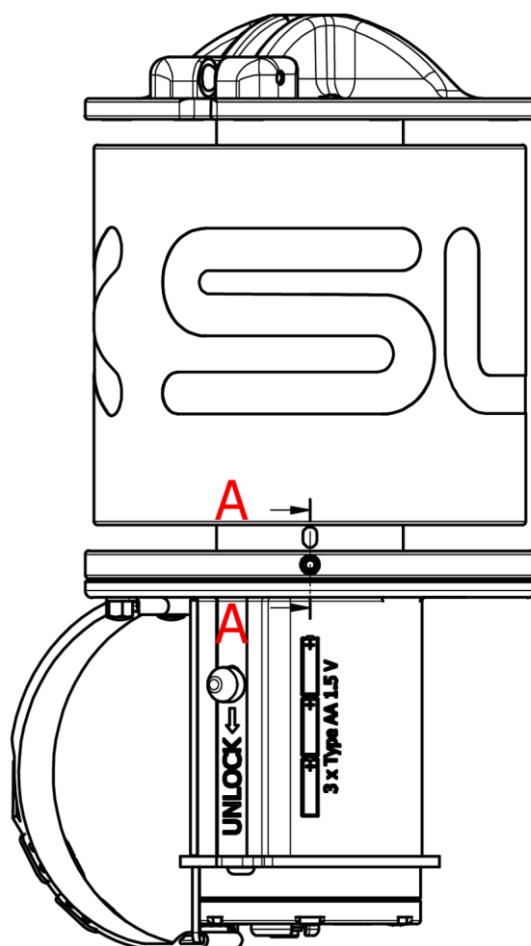

Fig. 15 - Tacche di riferimento
- Svitare la vite (3) dell'anello inferiore impugnatura (con chiave a brugola da 2,5 mm)
- Svitare i grani (4) al massimo di 5 mm (con chiave a brugola da 2,5 mm)
- Sollevare l'anello (5)
- Svitare viti (con giravite a croce) e dadi (6) (con chiave inglese da 7mm)
- Alzare la ghiera (7)
- Sfilare il supporto impugnatura (8)
- Riposizionare sul lato opposto la piastra di supporto dell'impugnatura (8), nelle sedi,
- Posizionare l'estremità chiusa della maniglia (9) tra i due fori
- Bloccarla con il cavallotto (10)
- Avvitare le viti (con giravite a croce) e i dadi (6) (con chiave inglese da 7mm).
- Abbassare l'anello (5) avendo cura di centrare la posizione dei grani con le tacche di riferimento (si veda Fig. 15)